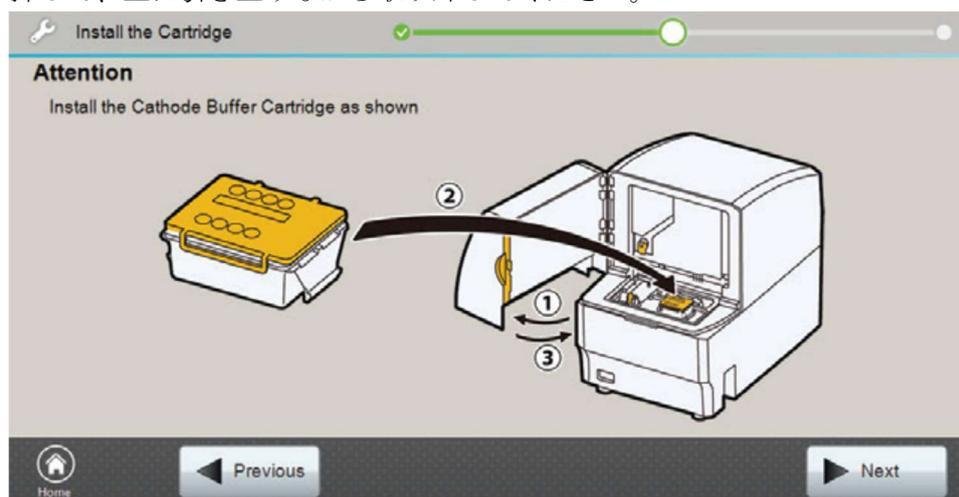

図 24 Install the Cathode Buffer Cartridge 画面
- Install the Cathode Buffer Cartridge** の画面（図 24）が現れたら、装置のフロントドアを開けてください。